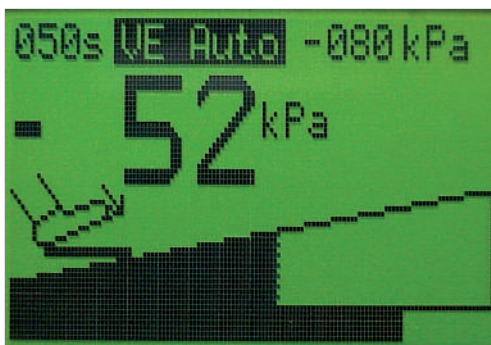

**Bild 29.** Bsp: Vakuum-Sollwert: -80kPa
- Verstellen Sie innerhalb des VE-Modus das Pedal des Fußreglers in Richtung der Position, die dem aktuell anstehenden Vakuum entspricht (Bild 29 u. Bild 31). Dadurch wird die Kontrolle des Vakuums an den Fußregler übergeben. Der ATMOS S 351 Natal befindet sich anschließend im Absaug-Modus (Bild 30). Ein erneuter Start des automatischen Vakuumaufbaus ist durch Drücken der Saugglockentaste möglich (siehe Bild 19, Seite 20).